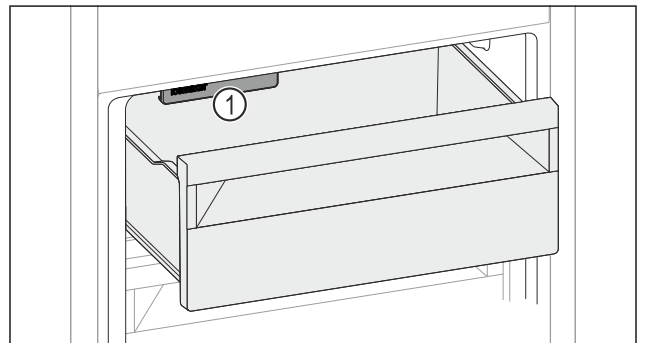

Fig. 140
- Tenere in considerazione l'IceMaker Fig. 140 (1).